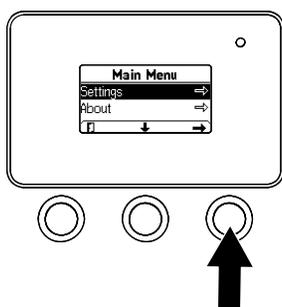

Рисунок 27
1. В MAIN MENU (ГЛАВНОМ МЕНЮ) с помощью средней кнопки прокрутите меню вниз к пункту SETTINGS MENU (НАСТРОЙКИ), и нажмите правую кнопку (Рисунок 27).